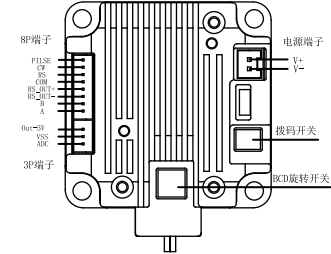
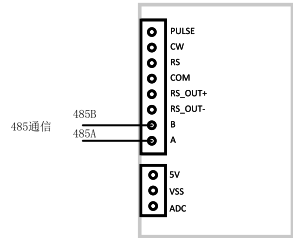

图7 尾部驱控单元展示图
图8 接线示意图
- 将随机附带的线缆按照下图7所示安装好，8P端子插在图7标记“8P端子”上，2P端子插在图7标记“电源端子”上，具体接线参照图8和表3进行接线。